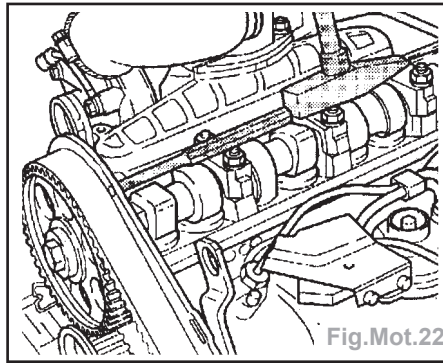

Fig.Mot.22
- Desserrer d'un demi-tour la vis de fixation du pignon d'ACT. Désolidariser du cône d'arbre à cames le pignon d'ACT d'un coup de maillet (donné sur un mandrin passé à travers l'alésage de la protection arrière de courroie de distribution) et le déposer (Fig.Mot.22).